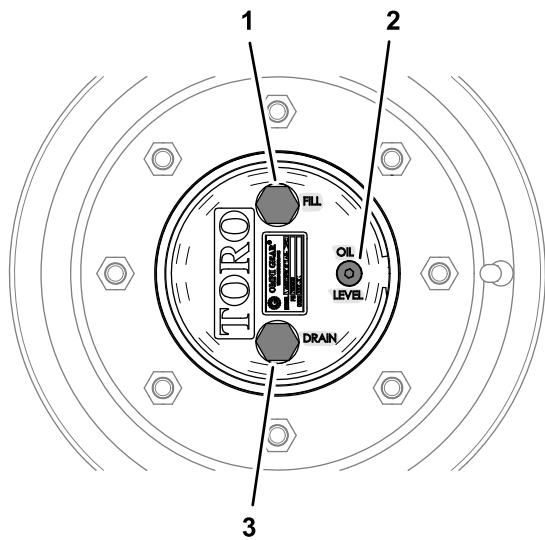

图 84
1. 机器在水平地面上时调整一个车轮的位置以便让加油塞处于最高12点钟位置排油塞处于最低6点钟位置 图 84。
1. 机器在水平地面上时调整一个车轮的位置以便让加油塞处于最高12点钟位置排油塞处于最低6点钟位置请参阅 检查行星齿轮传动润滑油 (页码 53)中的图 84。